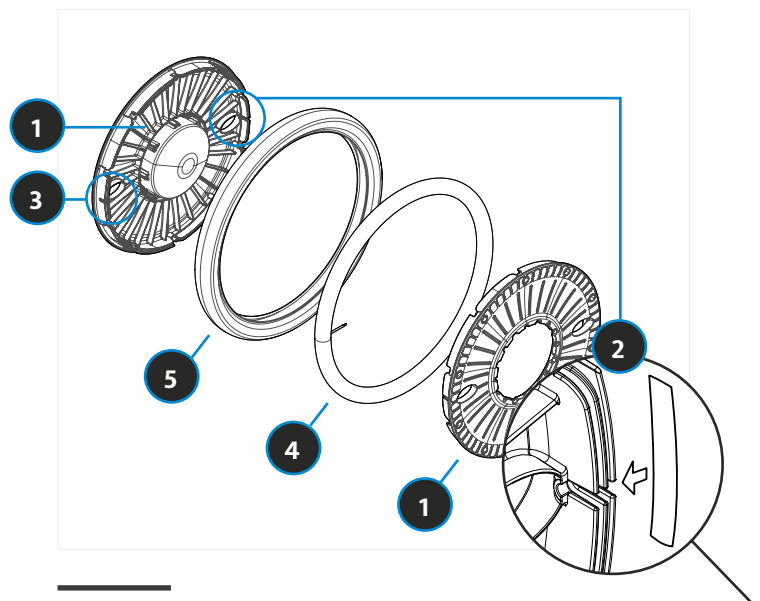

BILD 59 KONTROLLE KLEBEBANDABDICHTUNG
► Kontrolle: Klebeband auf der gegenüberliegenden Seite der Felge (nicht beim Ventil) überprüfen! (Siehe Bild 59)